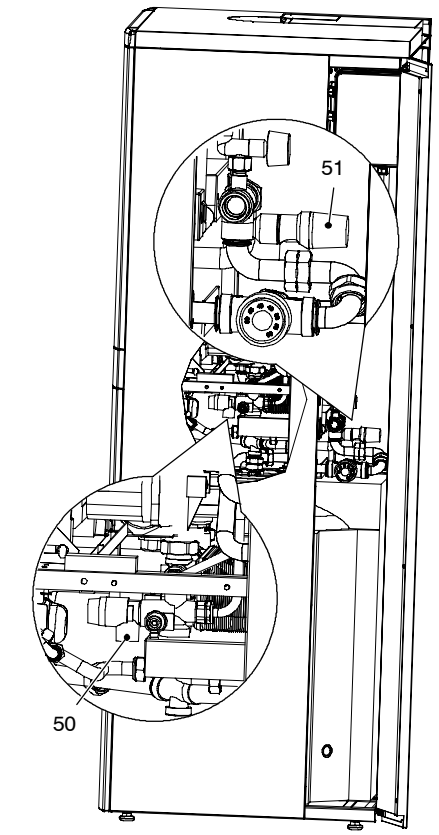

fig. 5.5
- 7 Collegare lo scarico delle valvole di sicurezza 50 e 51 in fig. 5.5 ad un imbuto di scarico.